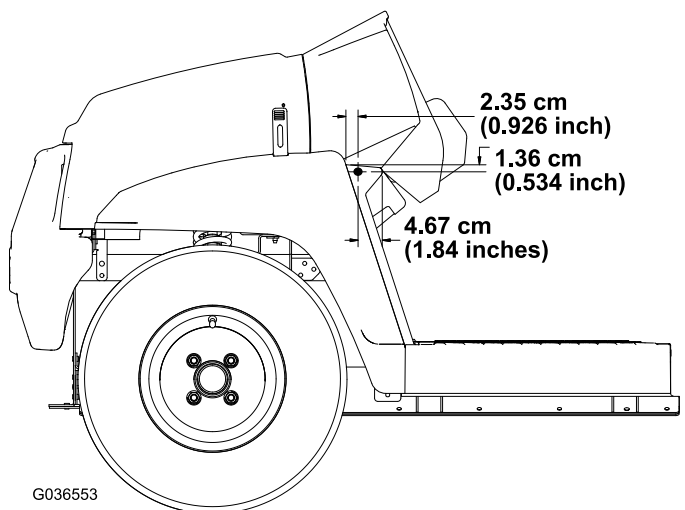

Figura 30
- Utilizzando le dimensioni nella Figura 30, praticate 1 foro (5/16") all'esterno della pedana, sui lati sinistro e destro della macchina.